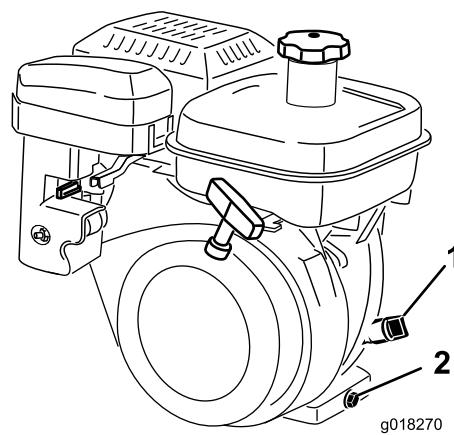

図 30
2. エンジンが水平になるように駐車し、オイルゲージの周囲をきれいに拭く図 30。
3. ゲージを左に回して抜きとる図 30。
4. ゲージをウェスできれいに拭き、もう一度差し込む。ゲージはねじ込まずに差し込む。ディップスティックをもう一度抜きとつて、オイルの量を点検する。量が不足している場合には、ゲージの読みが H と L の間になるまで、必要量だけオイルを補給する図 30。油量を確認する。入れすぎないこと。
2. 機体下にあるドレンプラグの下に廃油受けを置く図 30。ドレンプラグをゆるめる。